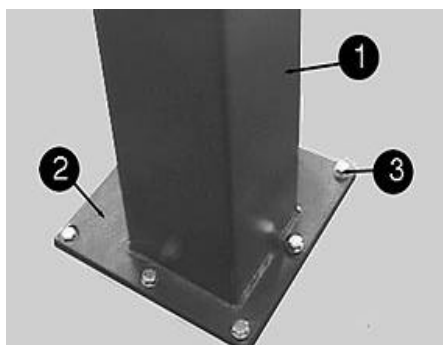

fig. 13: cheville montage
- Percer dans les socles pour fixer les chevilles (fig. 13). Nettoyer les alésages en soufflant dessus. Introduire les chevilles de sécurité (le fabricant impose des chevilles Liebig, type B20). Avant de fixer le pont élévateur, vérifier que le béton de qualité atteint bien le bord supérieur du plancher. Dans ce cas, sélectionner la longueur du cheville selon la figure 22 (annexe). Si sur le béton portant, il y a un revêtement (carrelage, plancher en plâtre), il faut calculer l'épaisseur de ce revêtement et choisir la longueur des chevilles en fonction de la figure 21 (annexe).